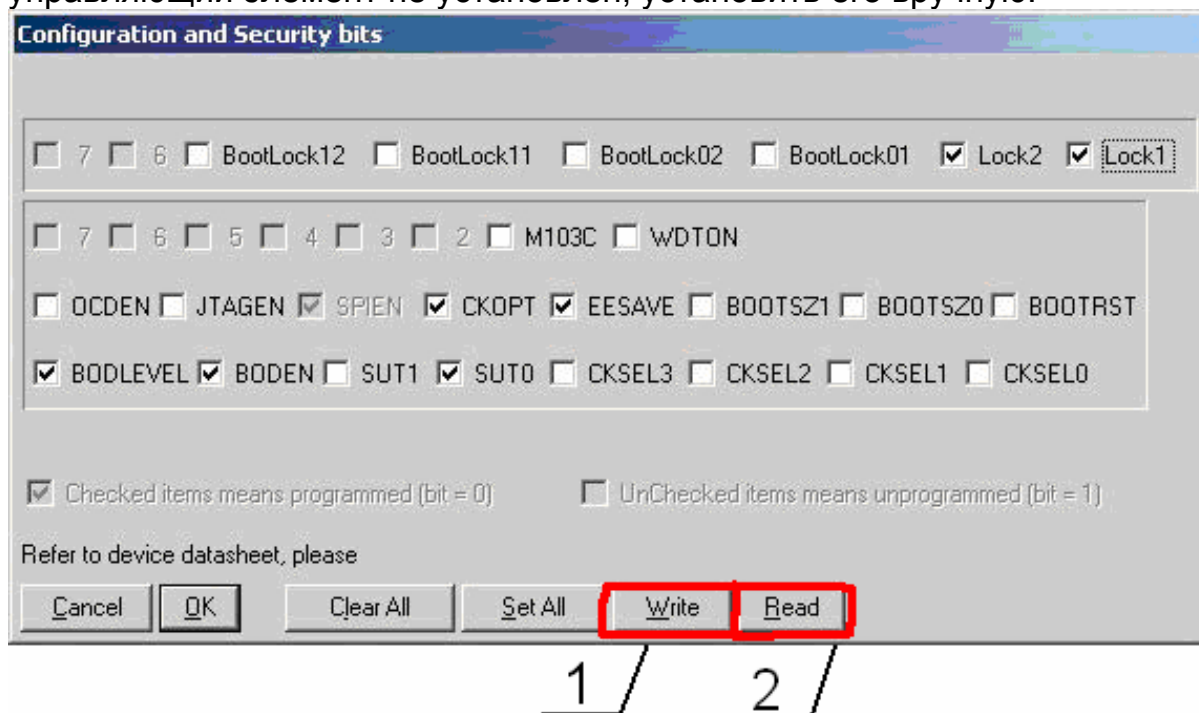

Рис. 11 – Окно Security and Configuration Bits.
3.22 В появившемся окне (рисунок 11) нажать Read (позиция 2). По завершении процесса чтения, должны быть включены флаговые управляющие элементы:
3.24 Нажать кнопку Write (см. рисунок 11, позиция 1).